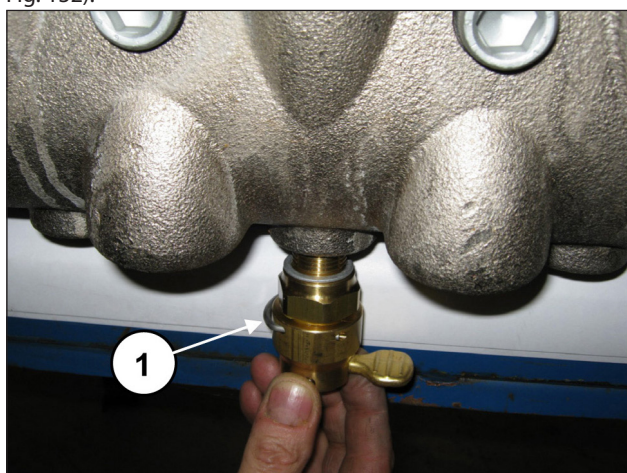
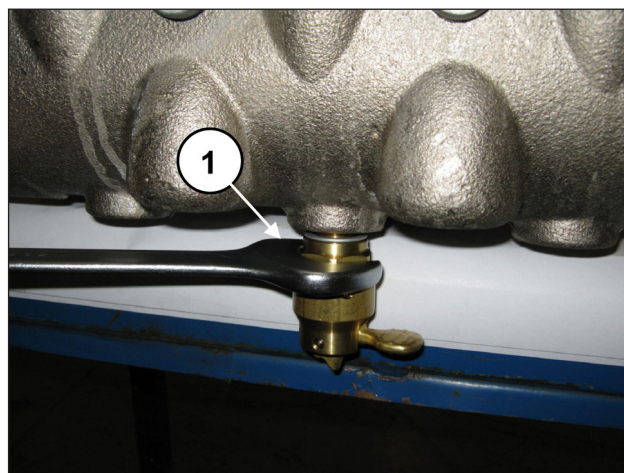

Fig. 131
Fig. 132
Calibre os parafusos M16x55 da cobertura com chave dinamométrica, conforme indicado no capítulo 3. Aplique os dispositivos de abertura da válvula (pos. ①, Fig. 131) e solte-os mediante a chave de 30 mm (pos. ①, Fig. 132).